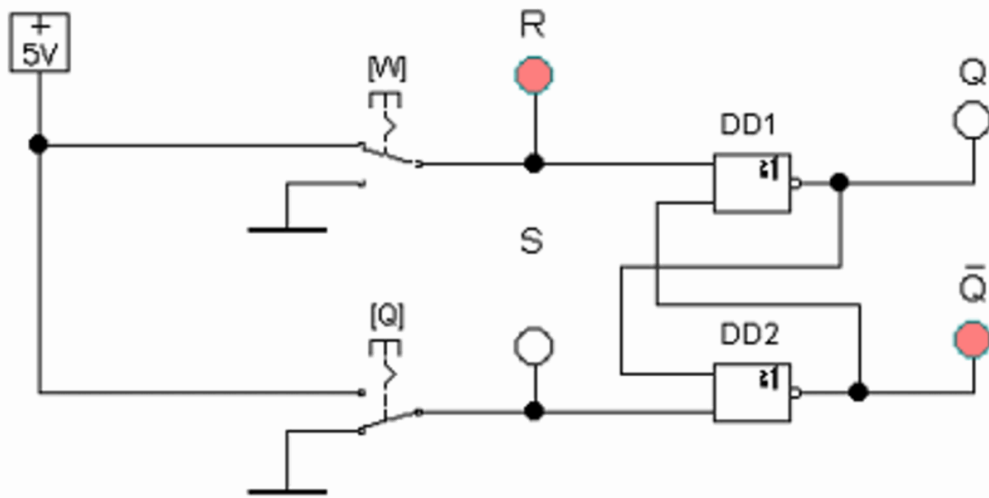

Рис. 1 – Схема для исследования асинхронного RS-триггера
1. Собрать схему, изображенную на рис. 1.